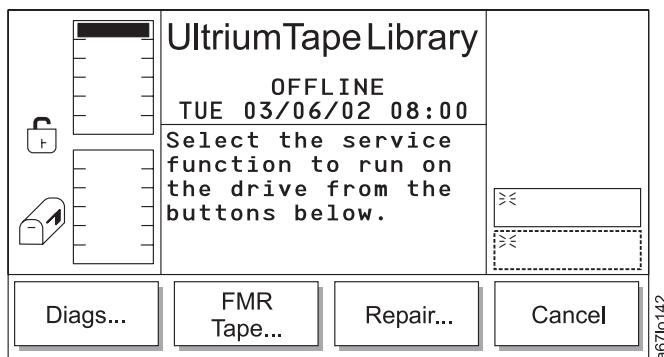

Abbildung 191. Dialog für Laufwerkservice
- Wird **OK** ausgewählt, erscheint der Dialog für Laufwerkservice (siehe Abb. 191 auf Seite 204).
Tabelle 140. Übersetzung von Abb. 191, Dialog für Laufwerkservice
- Wird **Cancel** ausgewählt, erscheint der Dialog für Laufwerkservice (siehe Abb. 191 auf Seite 204).
- Wird **Cancel** ausgewählt, erscheint der Dialog für Laufwerkserservice (siehe Abb. 191 auf Seite 204).